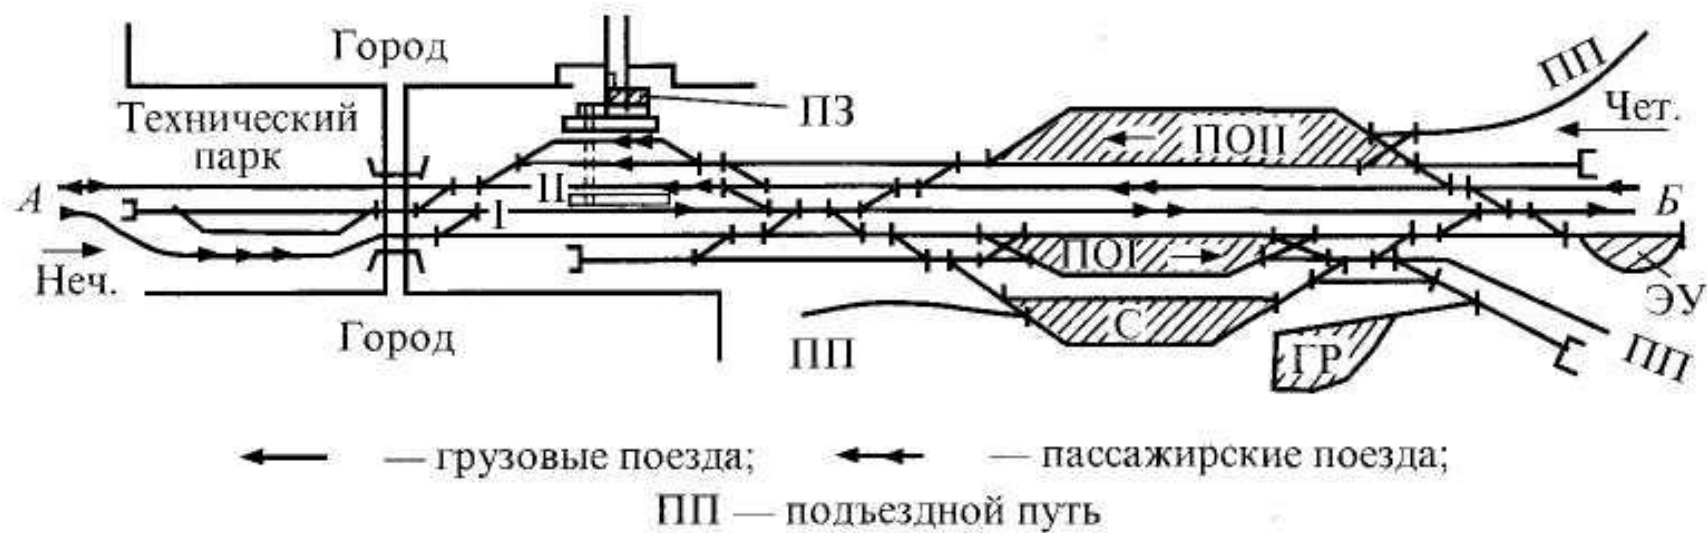

Рис. 4.8. Схема участковой станции с последовательным размещением пассажирских устройств и парков для грузового движения
- Кроме перечисленных на сети существует еще много различных схем. *Схема с последовательным размещением пассажирских устройств и приемо-отправочных парков для грузового движения (рис. 4.8)* оказывается приемлемой при значительных размерах пассажирского движения и большом количестве транзитных грузовых поездов, следующих через станцию без смены локомотивов. Примыкание подъездных путей в этом случае удобно с любой стороны.